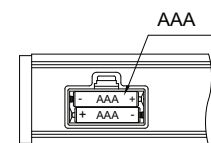

Abb.2
---Legen Sie zwei AAA-Batterien wie in Abb. 2 gezeigt ein und bringen Sie die Batterieabdeckung wieder an.